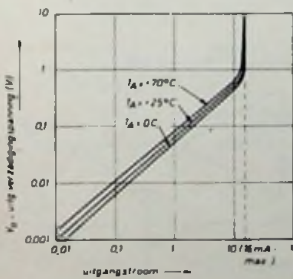

Fig. 5
- Uitgangsverzadigingspanning (fig. 5) : 1 mV bij 5 μA
- $R_L = 15 \text{ k}$  : 200 (000) maal